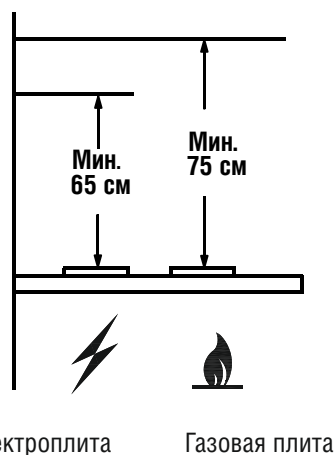

рис. 1
1.2 Устанавливайте его над плитой, как показано на рис. 1.
4.7 Устанавливайте воздухоочиститель над плитой в соответствии с рис. 1.
- при установке зонта соблюдайте указания п. 1.2 (рис.1);